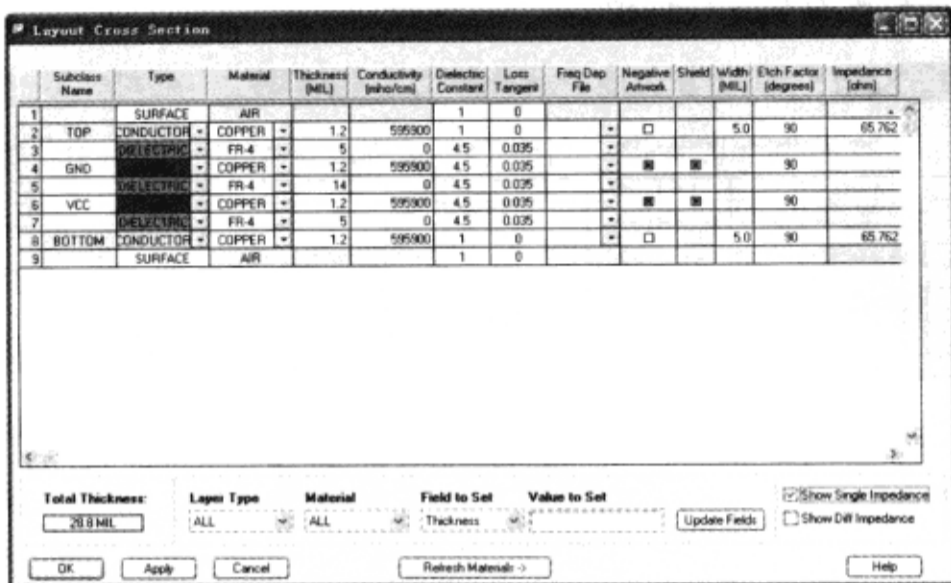

图 6-3-3 “Layout Cross Section”对话框
(1) 执行菜单命令“Setup”→“Cross-Section”，弹出“Layout Cross Section”对话框，在“Layout Cross Section”对话框右下角选中“Show Single Impedance”，如图 6-3-3 所示，Top 层的阻抗为 65.762 Ω。